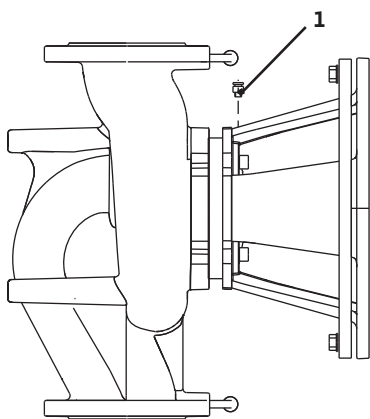

fig. 37: Avluftningsventil
- Avlufta pumpen genom att lossa avluftningsventilen (fig. 37, pos. 1). Torrkörning förstör pumpens mekaniska axeltätning. Differenstrycksgivaren får inte avluftas (risk för skador).